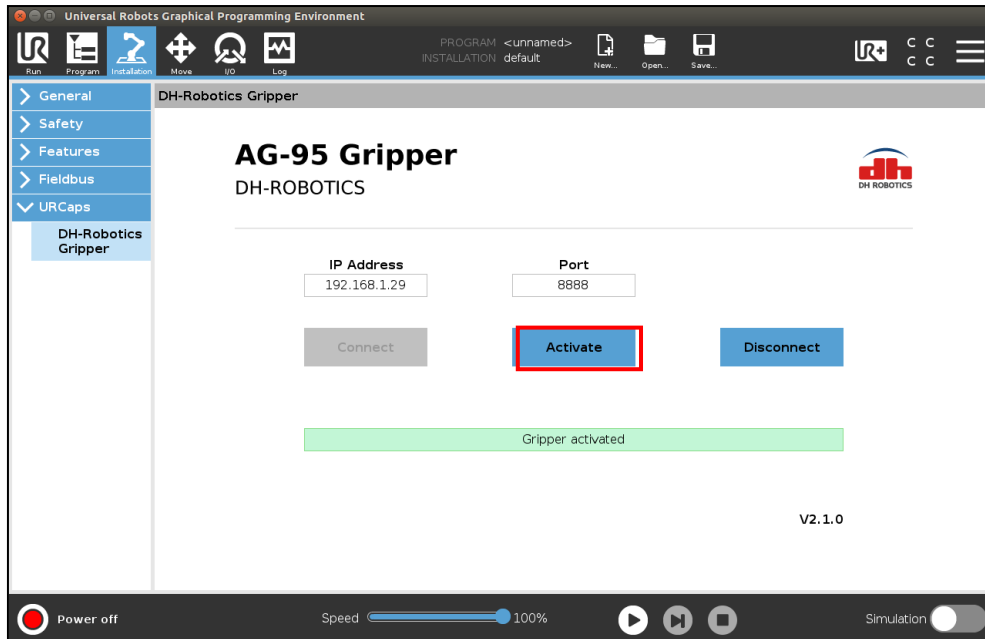

图 5.27 初始化夹爪
2. 点击 **Connect** 按钮，等状态由未连接变为已连接，然后按 **Activate** 按钮来初始化夹爪如图 5.27 所示。